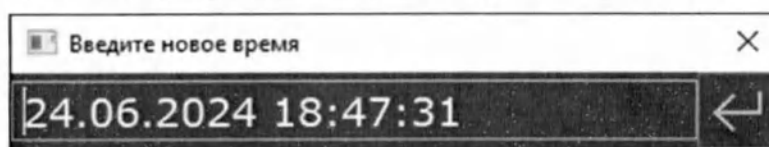

Рис. 164 Окно настройки даты и времени
- Откроется диалоговое окно настройки времени и даты (Рис. 164 Окно настройки даты и времени);